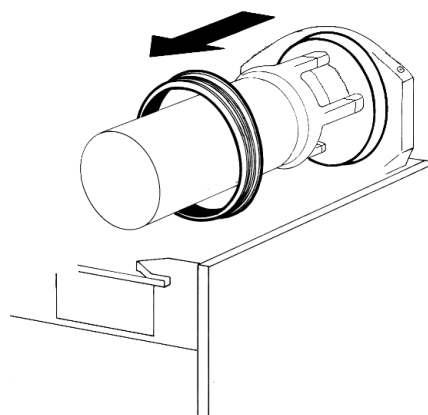

figura 10
- 4 Quitar de su alojamiento la junta del contenedor (ver figura 10).